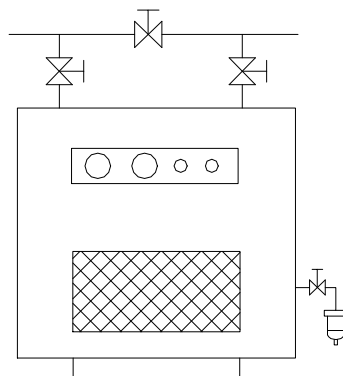

图 6 旁路示意
- 3) 干燥机进出口必须装设阀门，另加装空气旁路阀，阀门需安装在易于操作的位置（见图 6），以利保养和维修。